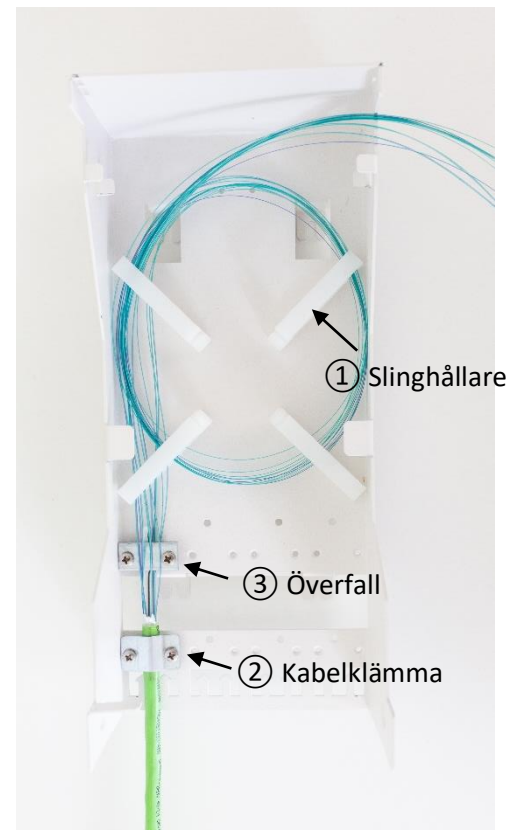

Bild 1
1. Snäpp i de bipackade slinghållarna ① i botten
3. Fäst kabeln i kabelklämman ② och centrumelementet i överfallet ③ enligt bild. Flera kablar kan läggas in från båda sidorna. Se bild 1 (bilden visar fiberband)
4. Låt fiberbanden/tuberna gå ett 1,5 varv i slinghållarna ① i bottenplattan enligt bild 1.